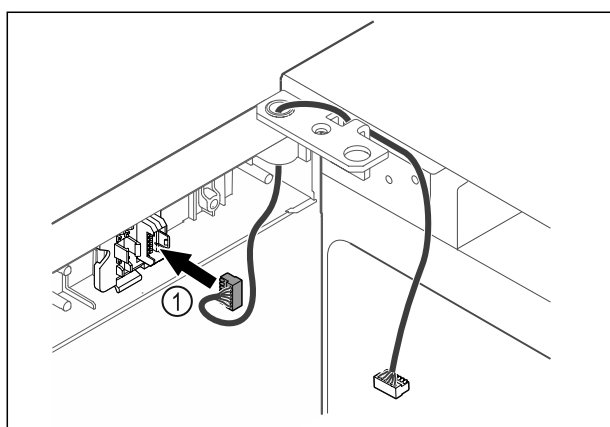

Fig. 43
- Вставьте штекер (Fig. 43 (1)) в держатель